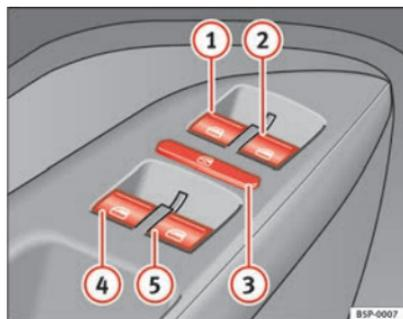

Fig. 69 Detalle de la puerta del conductor: mandos para las ventanillas delanteras y traseras
Las teclas ⇒ página 116, fig. 69 ① y ② tienen dos posiciones para la apertura de las ventanillas y otras dos para el cierre. De este modo es más fácil controlar las operaciones de apertura y cierre.